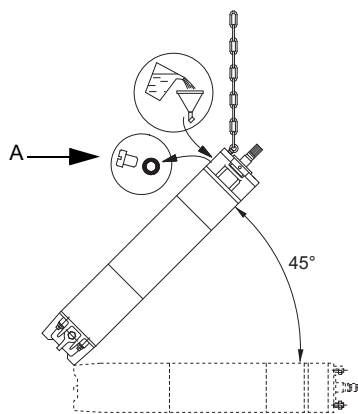

Fig. 4 Poziția motorului pe timpul umplerii – MMS
1. Plasați motorul la 45 ° cu capătul superior al motorului în sus, vezi fig. 4.